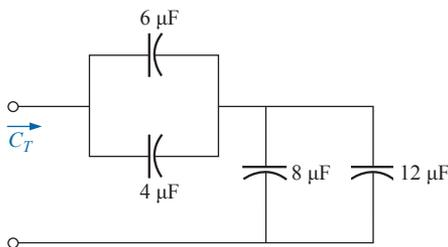

Figura 10.118 Problema 47.
- 47. Calcule a capacitância total C_T para o circuito na Figura 10.118.